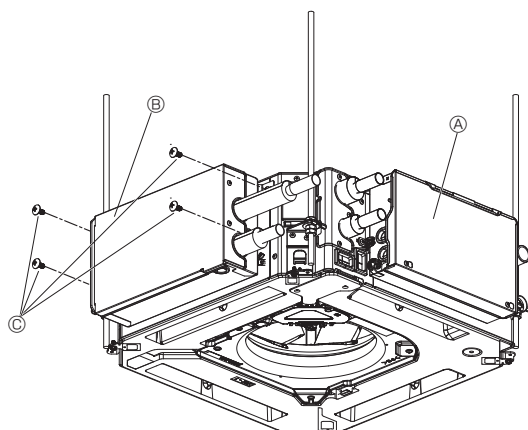

Fig. 4-9
4.5.2. Fixation du KIT DE VANNE en option (Fig. 4-9)